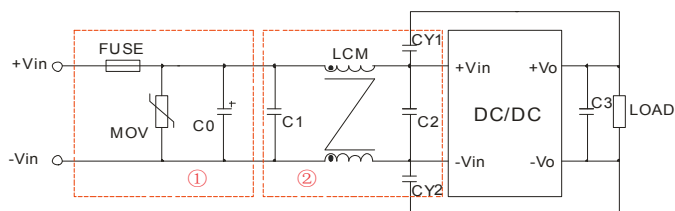

图 3
辐射骚扰	CISPR22/EN55022 CLASSA (裸机) / CLASSB (推荐电路见图 3-②)
注：图 3 中第①部分用于 EMS 测试；第②部分用于 EMI 滤波，可依据需求选择。